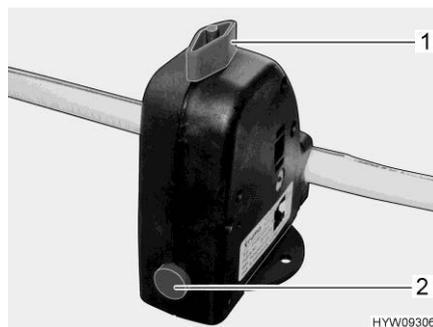

Fig. 211 Válvula de seguridad/purga (caldera)
La caldera está equipada con una válvula de seguridad/purga (Fig. 211). La válvula de seguridad/purga evita que el agua de la caldera se congele cuando no esté conectada la calefacción en caso de helada.
- Cerrar la válvula de seguridad/purga. Para ello, girar el botón giratorio (Fig. 211,1) a la posición transversal en referencia a la válvula de seguridad/purga y hundir el botón (Fig. 211,2).
- Abrir la válvula de seguridad/purga. Para ello, girar el botón giratorio (Fig. 211,1) a la posición longitudinal en referencia a la válvula de seguridad/purga. El botón (Fig. 211,2) salta hacia fuera. La caldera se vacía hacia fuera a través de la válvula de seguridad/purga.